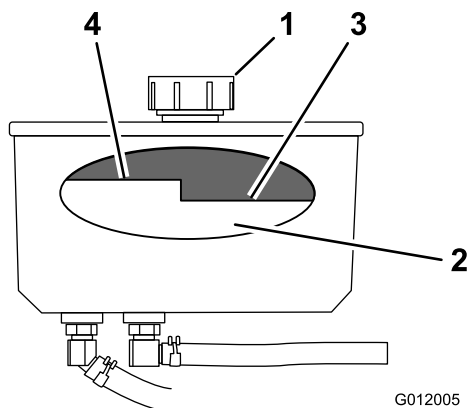

Figure 80
4. Nettoyez la surface autour du bouchon et du goulot de remplissage du réservoir hydraulique (Figure 80).
5. Enlevez le bouchon du goulot de remplissage (Figure 80).
Remarque: Lorsque l'huile est chaude, le niveau doit être en dessous du repère « à chaud » sur le déflecteur (Figure 80).